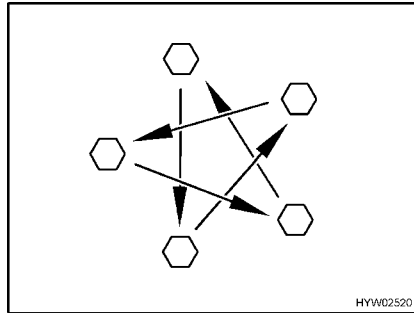

Fig. 317 Serrare a croce i dadi o i bulloni delle ruote
- Controllare regolarmente il serraggio dei dadi o dei bulloni. Regolare il serraggio dei dadi delle ruote o dei bulloni delle ruote di una ruota sostituita dopo circa 50 km (Fig. 317). Coppia di serraggio vedi paragrafo 14.5.2.
- Se si utilizzano cerchioni nuovi o riverniciati, regolare il serraggio dei bulloni o dei dadi dopo altri 1000 - 5000 km (Fig. 317).
- ▷ Serrare a croce i dadi o i bulloni delle ruote (Fig. 317).